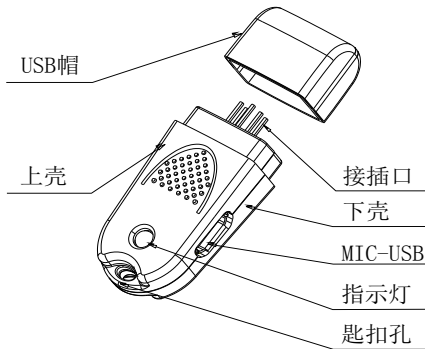

图 B-1 上传下载模块结构示意图
上传下载模块结构示意图如图 B-1：
- 步骤 1:将上传下载模块安装在变频器控制板的 UP/DOWNLOAD 位置（见上图 B-1 所示）。